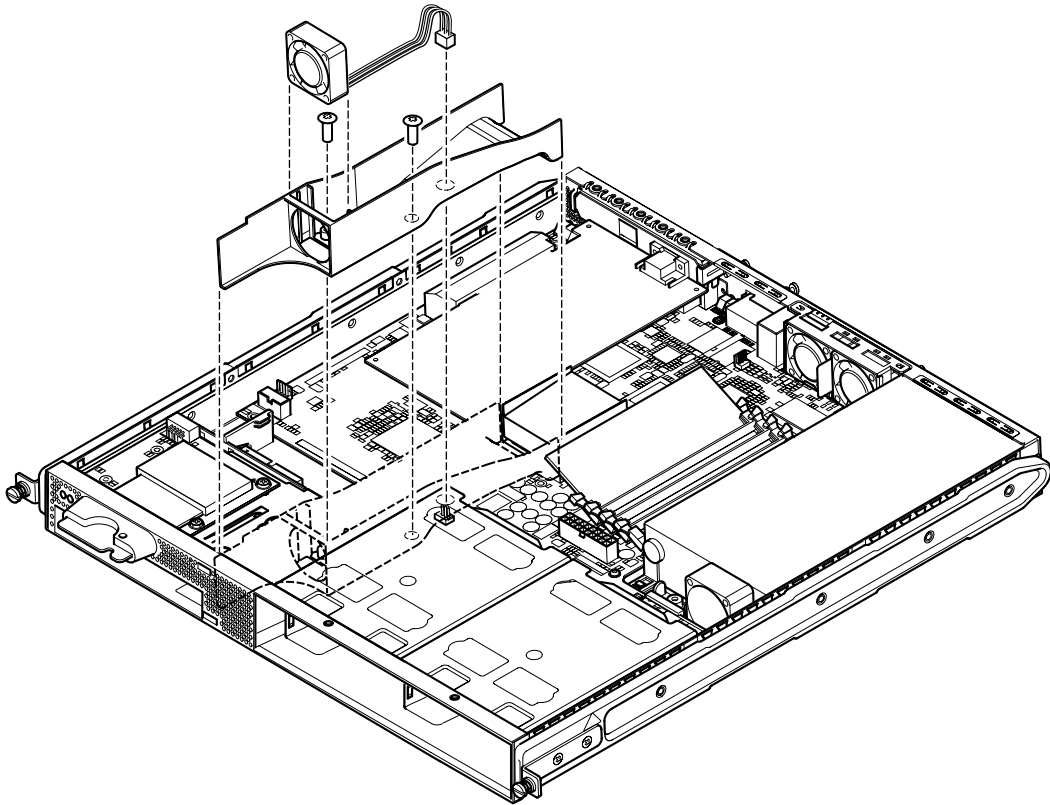

図 11-6 ファン 3 の部品の取り外し
8. ファン 3 の電源ケーブルを外し (図 11-6 を参照)、ダクト部品とシャーシを固定している 2 本のねじを外します。
9. ファンおよびダクト部品をシャーシから引き出します (図 11-6 を参照)。